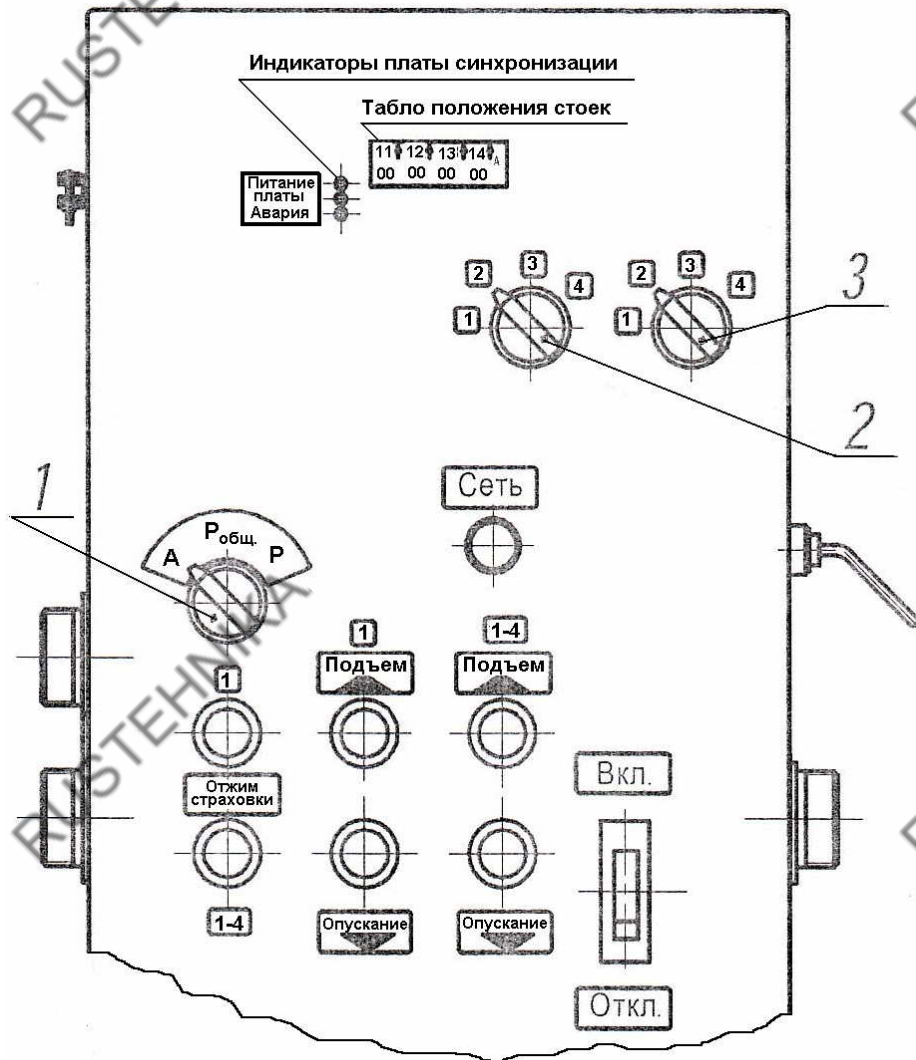

Рис. 6. Общий вид шкафа аппаратного мастер-стойки
6.2.8. Проверить правильность направления вращения электродвигателя насоса (по стрелке на кожухе вентилятора электродвигателя), для чего кратковременно нажать кнопку «ВВЕРХ» на каждой стойке, при этом переключатель поз.1 (см. Рис. 6) должен быть переведен в режим «Р» (ручной), а переключатели поз.2 и поз. 3 должны быть установлены на номере той стойки, которую проверяют. В случае несоответствия произвести перефазировку кабеля подключающего подъемник к электросети. По окончании проверки перевести переключатель поз. 1 в положение «Робц.» (ручной общий) и проверить работу подъемника в целом.
7.2.2. Включить вводной автоматический выключатель на шкафу аппаратном, при этом должна загореться сигнальная лампа «СЕТЬ». Одновременно загораются сигнальные индикаторы питания платы синхронизации. (см. Рис. 6).
7.2.3. Включить тумблер (поз.1 на Рис.6) управления режимом работы платы синхронизации подъема и опускания кареток, находящийся на дверце шкафа аппаратного, в положение «Робщ.». Кнопкой «ВВЕРХ» подвести подхваты до касания с беговой поверхностью покрывки колеса автомобиля.